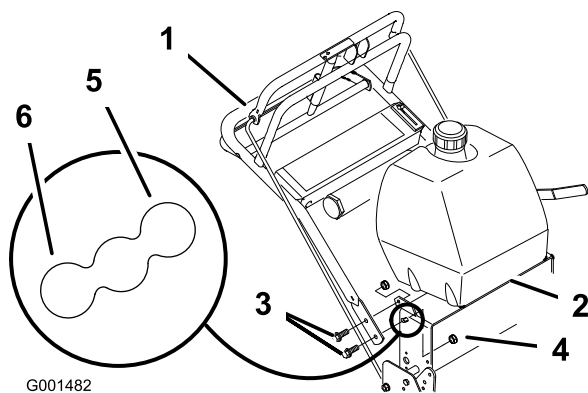

Figura 20
- Afloje los pernos con arandela prensada y la tuerca con arandela prensada que sujetan el manillar con el bastidor trasero (Figura 20).
- Quite los pernos inferiores con arandela prensada (3/8 x 1 inch) y las tuercas con arandela prensada que sujetan el manillar con el bastidor trasero (Figura 20).